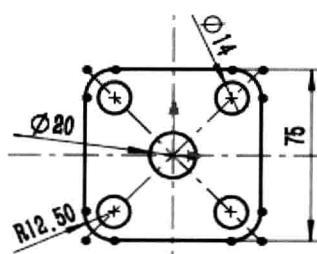

图 4.7 添加尺寸约束
**Step 5** 添加尺寸。选择下拉菜单 **工具(T)** → **标注尺寸(S)** → **智能尺寸(S)** 命令，添加图 4.7 所示的尺寸。